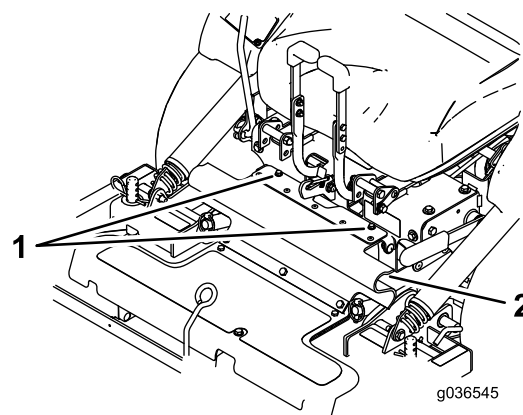

Рисунок 12
3. Ослабьте болты, прикрепленные к резиновому ограждению (Рисунок 12).